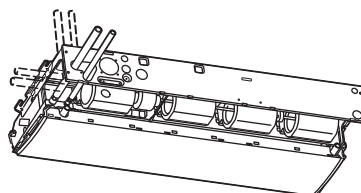

Fig. 3-19
- Las posiciones de las conexiones del tubo de refrigerante se muestran en la siguiente figura. (La tubería podrá dirigirse en 3 direcciones). (Fig. 3-19)
- * Si la manguera de drenaje se encuentra en el lado izquierdo, consulte la Fig. 3-19 y siga el procedimiento de arriba para instalar la manguera. Vuelva a fijar el tope de caucho retirado antes en el lado derecho. El tope de caucho puede insertarse fácilmente utilizando un destornillador o una herramienta similar para presionarlo en el orificio de drenaje de la unidad principal. Presione el tope en el orificio de drenaje de la unidad principal hasta donde pueda.